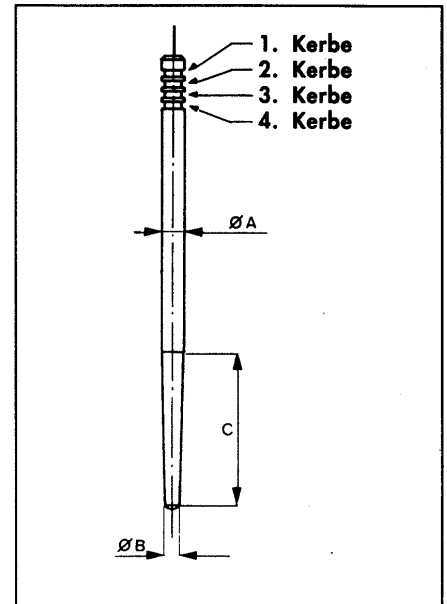

Bild 26
- Der Durchmesser B der Spitze (Bild 26)